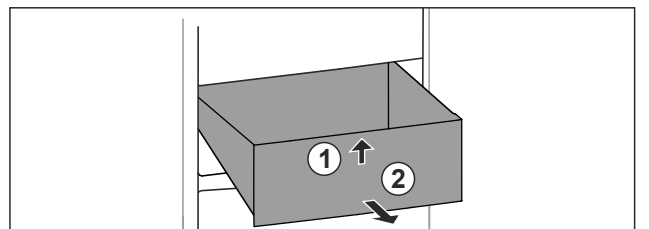

Fig. 115
- ▶ Приподнимите выдвижной ящик спереди. Fig. 115 (1)
- ▶ Извлеките выдвижной ящик движением вперед. Fig. 115 (2)